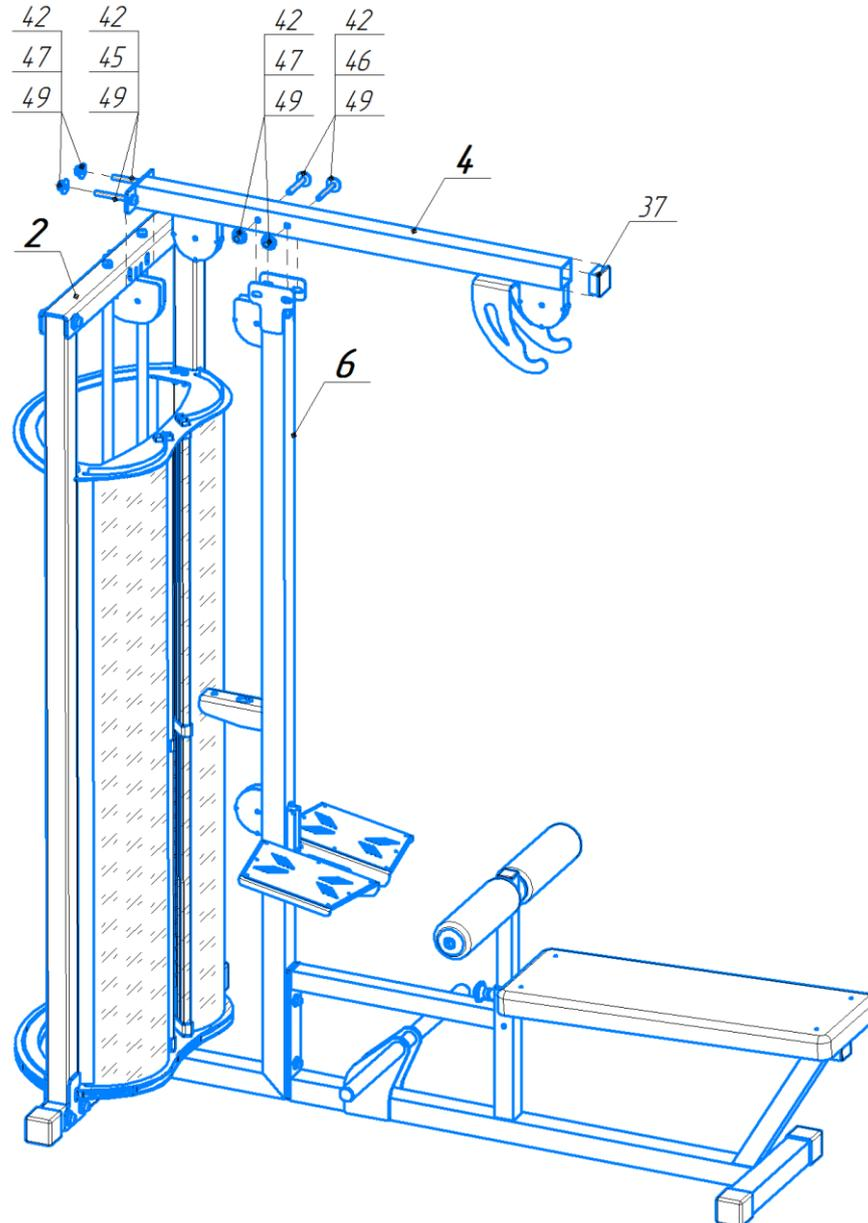

Рис.10. Схема сборки этапа №7
1. Установить заглушку (37) на балку верхнюю (4). При необходимости используйте молоток (з) как указано на рис. 10.
2. Установите балку верхнюю (4) как указано на рис. 10.
3. Закрепить балку верхнюю (4) к балке (2) болтами М12х100 (45) через шайбы (49) и гайки М12 (47).
4. Закрепить балку верхнюю(4) к стойке комбинированной (6) болтами М12х90 (46) и гайками М12(47) через шайбы (49). Использовать ключ на 19 мм (В).
5. Установить колпачки (42) на каждый болт и гайку.